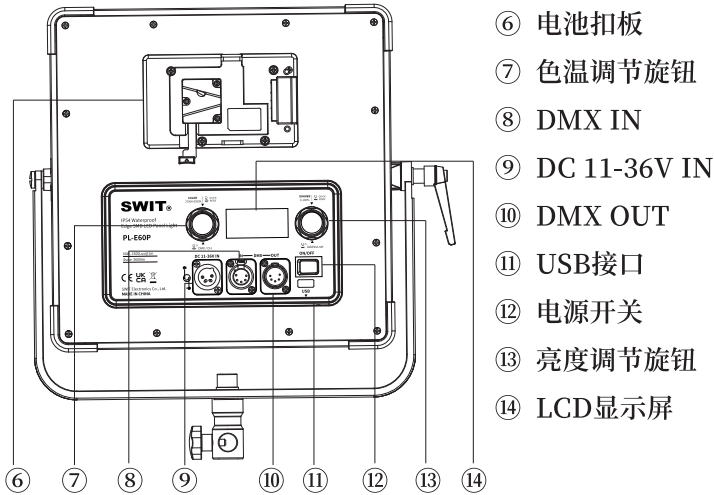
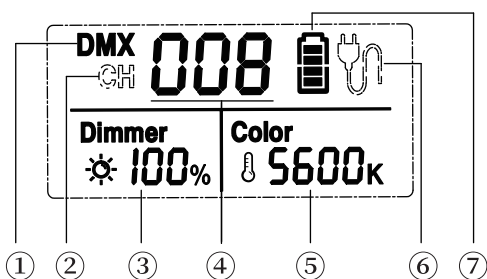

图6 PL-E60P
图8 LCD显示信息
本品支持通过扣板电池或电源适配器两种供电方式给灯具供电,打开电源开关(图6 ⑫)并通过亮度调节旋钮(图6 ⑬)、色温调节旋钮(图6 ⑦)设置好所需灯具参数,即可正常使用。
本品支持两种色温及亮度的调节模式:普通调节模式、快速调节模式。按压亮度/色温调节旋钮(图6 ⑬/⑦)切换相应亮度或色温的调节模式,用户根据使用需求结合这两种调节模式可完成对亮度/色温的快速设置。
长按亮度调节旋钮(图6 ⑬)约2s即可进入通信地址的设置界面,通信地址设置范围:001-512。
LCD数码管字段(图8 ④)闪烁表示当前位被选定,旋转亮度调节旋钮(图6 ⑬)设置当前位,按压亮度调节旋钮(图6 ⑬)确定当前位的设置并进入下一位的设置,当完成最后一位的设置时,按压亮度调节旋钮(图6 ⑬)或等待约5s,退出通信地址的设置。
通过DMX线将灯具组网, 长按色温调节旋钮(图6 ⑦)约2s, 即可完成灯具通信控制模式的设置。
LCD左上角显示"DMX"(图8 ①)表示灯具当前支持的通信控制模式为DMX通信模式。在该模式下, 将DMX信号输出设备接入灯具网络, 设置好通信地址, 即可正常使用。
LCD左上角显示"CH"(图8 ②)表示灯具当前支持的通信控制模式为互控模式。在该工作模式下, 将目标灯具设置成相同的通信地址即可正常使用, 不区分主从机。